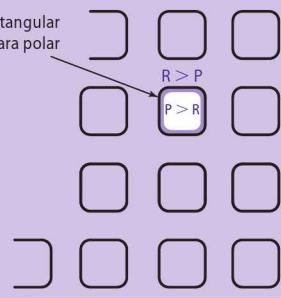

Figura 1-55 A maioria das calculadoras científicas possui um conversor de polar para retangular.
- Complete as coordenadas polares do gráfico para os 10 furos rosqueados do problema sobre círculo de furos mostrado na Figura 1-55. Mantenha os valores nulos em suas coordenadas.
- Reescreva as coordenadas do conjunto de 10 furos da Figura 1-55, mas utilize coordenadas polares negativas desta vez. Todos os comandos CNC que utilizam coordenadas polares irão entender ambos os valores: positivo ou negativo.